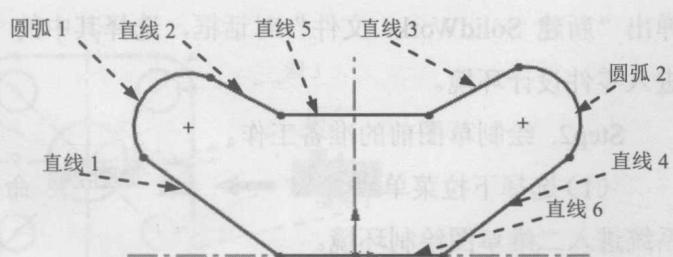
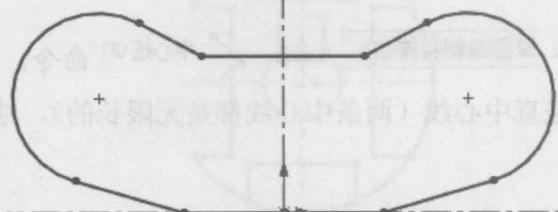

图 1.3.4 绘制的圆弧
图 1.3.5 添加几何约束
(3) 绘制圆弧。选择下拉菜单 **工具(T)** → **草图绘制实体(E)** → **三点圆弧(3)** 命令，在图形区中绘制图 1.3.4 所示的圆弧。
Step4. 添加几何约束。按住 **Ctrl** 键，选择图 1.3.4 所示的直线 6 与水平中心线，在
添加几何关系 区域中单击 **共线(C)** 按钮。按住 **Ctrl** 键，选择图 1.3.4 所示的圆弧 1 和圆弧
2. 系统弹出“属性”对话框，在**添加几何关系**区域中单击**= 相等(②)**按钮。按住Ctrl键，选择图1.3.4所示的圆弧1与直线1，在**添加几何关系**区域中单击**○ 相切(④)**按钮。同理创建圆弧1和直线2的相切约束、圆弧2和直线3的相切约束、圆弧2和直线4的相切约束。按住Ctrl键，选择图1.3.4所示的圆弧1、竖直中心线与圆弧2，在**添加几何关系**区域中单击**□ 对称(⑤)**按钮。同理添加直线2与直线3关于竖直中心线对称、直线1与直线4关于竖直中心线对称。按住Ctrl键，选择图1.3.4所示的直线5，在**添加几何关系**区域中单击**- 水平(⑥)**按钮。同理添加直线6的水平约束。约束后的图形如图1.3.5所示。